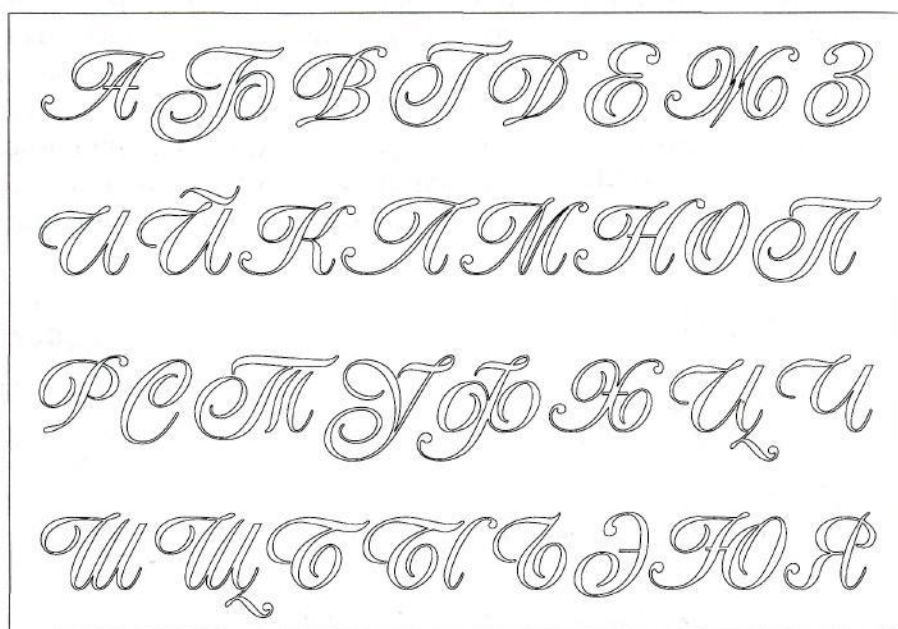

Рис. 73. Шрифт для вышивания
1. Разработай рисунок метки (монограммы), используя предложенный алфавит (шрифт) для вышивания (рис. 73) или свой.